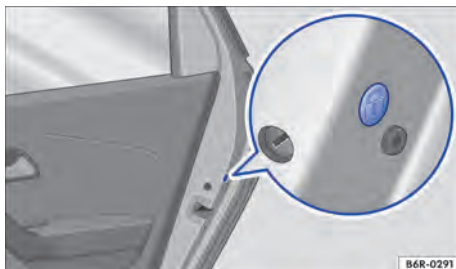

Fig. 156 Na parte dianteira da porta direita: travamento de emergência, coberto por uma vedação de borracha.
- Remover a vedação de borracha localizada na lateral da porta. A vedação está identificada por um cadeado 🔒 ⇒ Fig. 156.